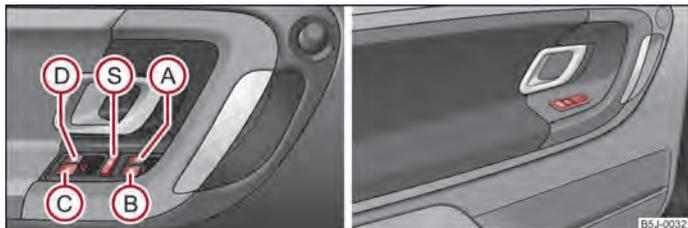

Fig. 19 Teclas en la puerta del conductor/teclas en las puertas traseras
Las teclas para las diferentes ventanillas se encuentran en la unidad de mando del apoyabrazos de la puerta del conductor ⇒ fig. 19, de la puerta del acompañante y en las puertas traseras.
Vd. puede poner fuera de servicio de las teclas en las puertas posteriores pulsando el interruptor de seguridad Ⓔ ⇒ fig. 19. Se ponen de nuevo en funcionamiento las teclas en las puertas traseras pulsando repetidamente el conmutador de seguridad Ⓔ.
- Si se transporta niños en los asientos traseros, se recomienda poner fuera de funcionamiento los elevalunas eléctricos de las puertas traseras (conmutador de seguridad) Ⓔ ⇒ fig. 19.